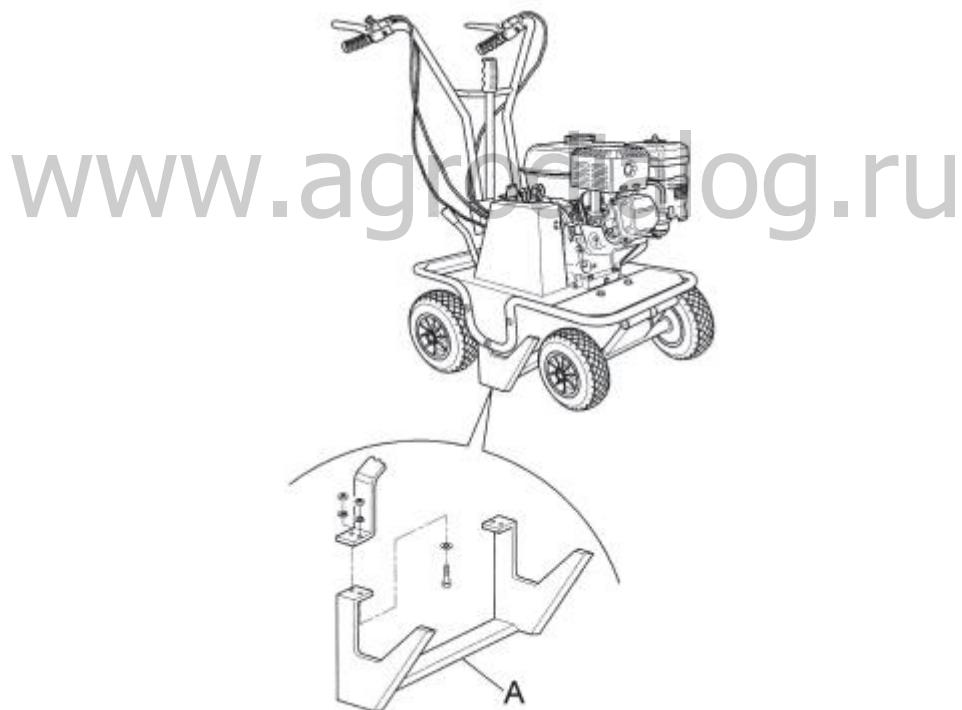

Рисунок 10
- Если во время рабочих операций нож (A рис. 10) попадает на камни или пни, немедленно остановить его и убедиться, что он не согнулся или не поломался. Необходимо заменить повреждённый нож.